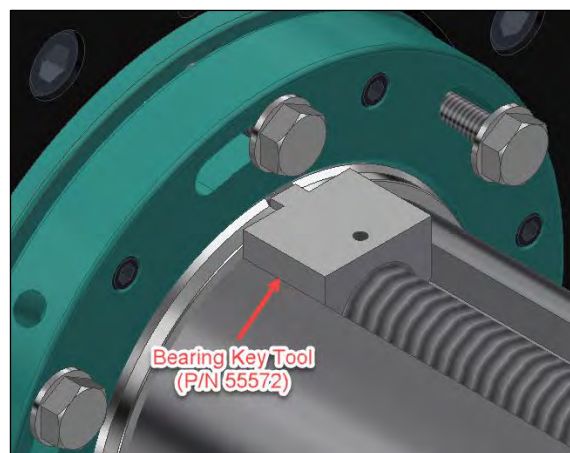

Рис. 11. Ключ для подшипников (кат. № 55572)
6. Вставьте ключ для подшипников (кат. № 55572) в канал ходового винта штанги, а затем вставьте его выступ в шпоночный паз зажимной втулки подшипника (см. Рис. 11).